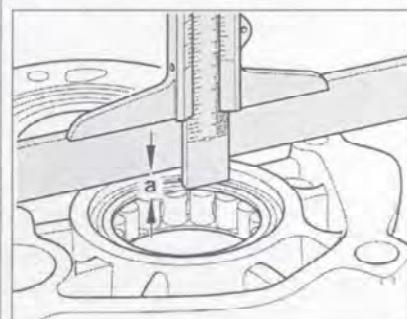

Рис. 7.243. Проследите за соблюдение расстояния $a = 7.0$ мм.
7. Проследите за соблюдение расстояния $a = 7.0$ мм (рис. 7.243).